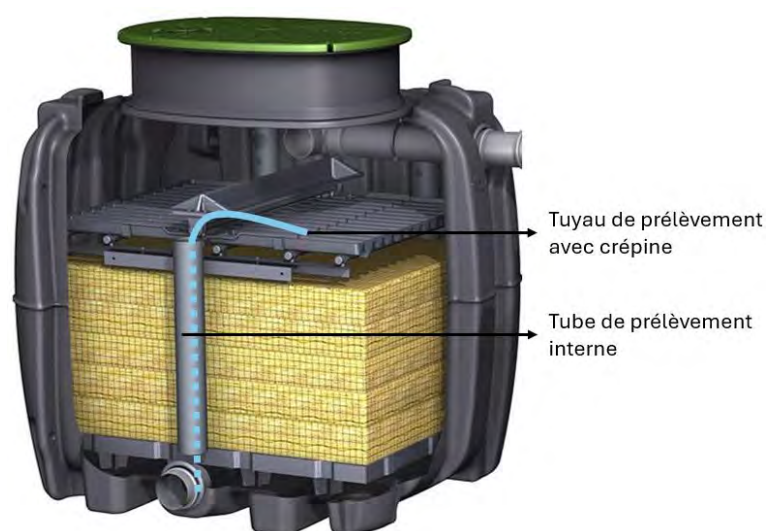

Fig. 62: Accès tube de prélèvement et insertion du tuyau souple équipé d'une crépine d'aspiration
1. Insérer le tuyau souple dans le tube de prélèvement de l'unité de traitement tel que présenté sur la Fig. 62.